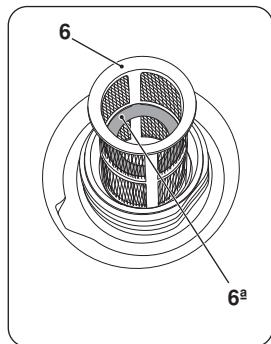

рис. 14
При заправке убедитесь в наличии топливного фильтра (6) (рис. 14) в баке. Не допускайте попадания пыли, грязи, воды и других инородных веществ в топливо.
Не заливайте топливо выше красного кольца (6^a), установленного в топливном фильтре (рис. 14), иначе позже, во время работы, оно может перелиться, когда нагреется и увеличится в объеме. Перед запуском двигателя тщательно вытрите пролитое топливо с корпуса и глушителя генератора.